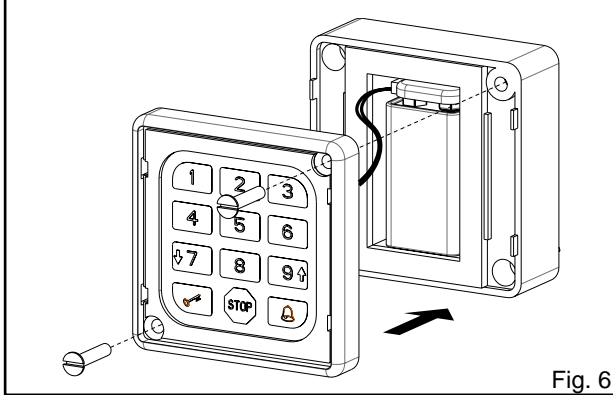

Fig. 6
- quand la base de logement de la pile est fixée au support, monter la façade du clavier avec la pile connectée en la fixant avec les 2 vis fournies (fig. 6) ;
- después de fijar la base de alojamiento de la batería al soporte, monte el frontal del teclado con la batería conectada, sujetándolo con los 2 tornillos presentes en el equipamiento de base (fig. 6);